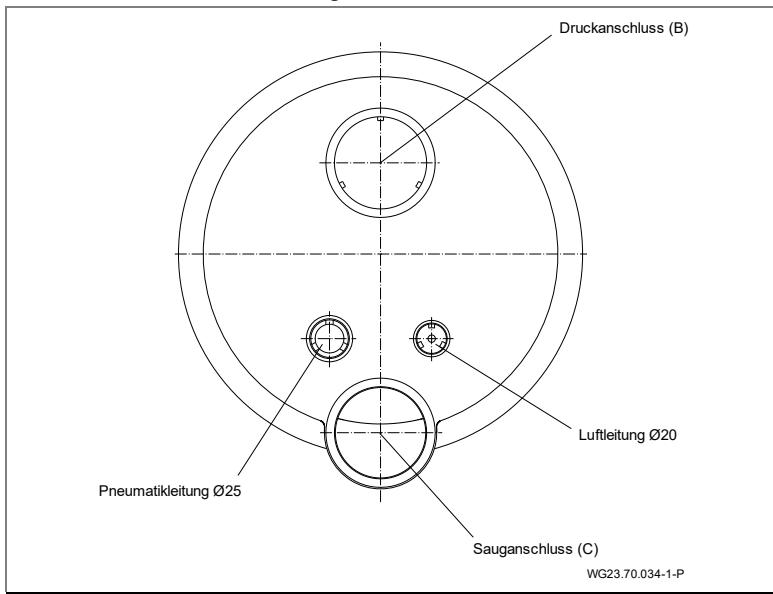
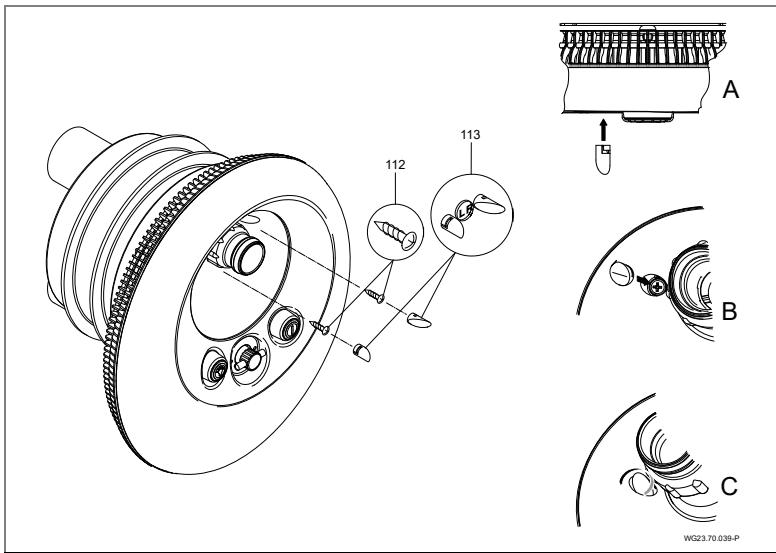

Abb. 16
Abb. 21
1. Einkleben des Kabelschutzschlauches und des Luftleitungsschlauches. (Abb. 16)
10. Die Zierkappen wie in Abb. 16 A–C in der Lichtabdeckung (110) befestigen. Richtige Zierkappen für links (L) und rechts (R) verwenden. (Abb. 21)
1. Kabelverschraubung (20) lösen.
4. Abdeckung (113) entriegeln. Siehe "Abb. 21" auf Seite 35.
5. Schraube (112) lösen und Lichtabdeckung (110) entfernen.
6. Schrauben (49) lösen und Edelstahlblende (93) entfernen.
7. Schrauben (95) lösen und Ansauggehäuse (107) entfernen.
8. Schrauben (52) lösen, Spannring (28) und Spannringdichtung (27) abnehmen.